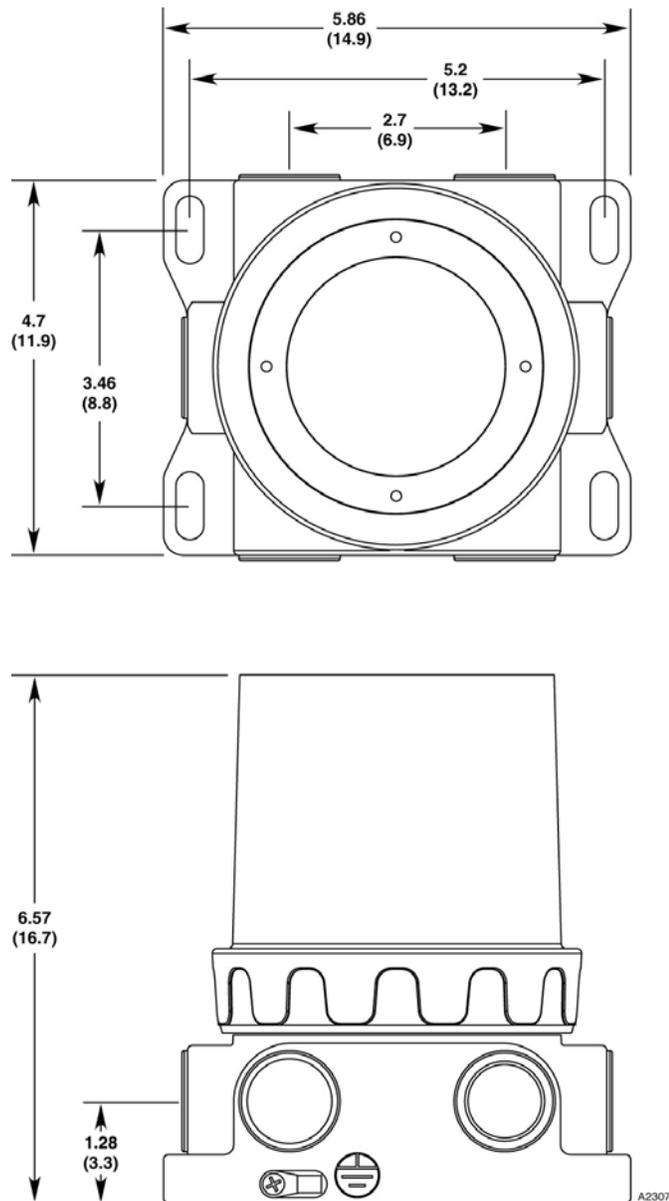

Рис. 1. Габаритные размеры контроллера в дюймах (сантиметрах).
См. рис. 1.
| Рисунок 1 — | Установочные размеры контроллера в дюймах (см).  |
1. Установить датчик в таком месте, где он наилучшим образом контролирует защищаемую зону. Там, где это возможно, контроллер U9500 должен размещаться в легкодоступном для проведения калибровки месте. Для правильного функционирования датчики должны быть направлены вниз, за исключением газоанализатора Пойнтвоч, который может быть направлен или вниз или в сторону. Установочные размеры приведены на рис. 1.